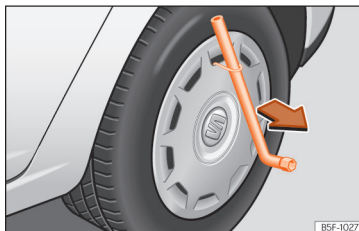

Fig. 33 Retire o tampão integral.
- Introduza a chave de roda através do gancho, apoie-a no pneu e retire o tampão »» **Fig. 33**.